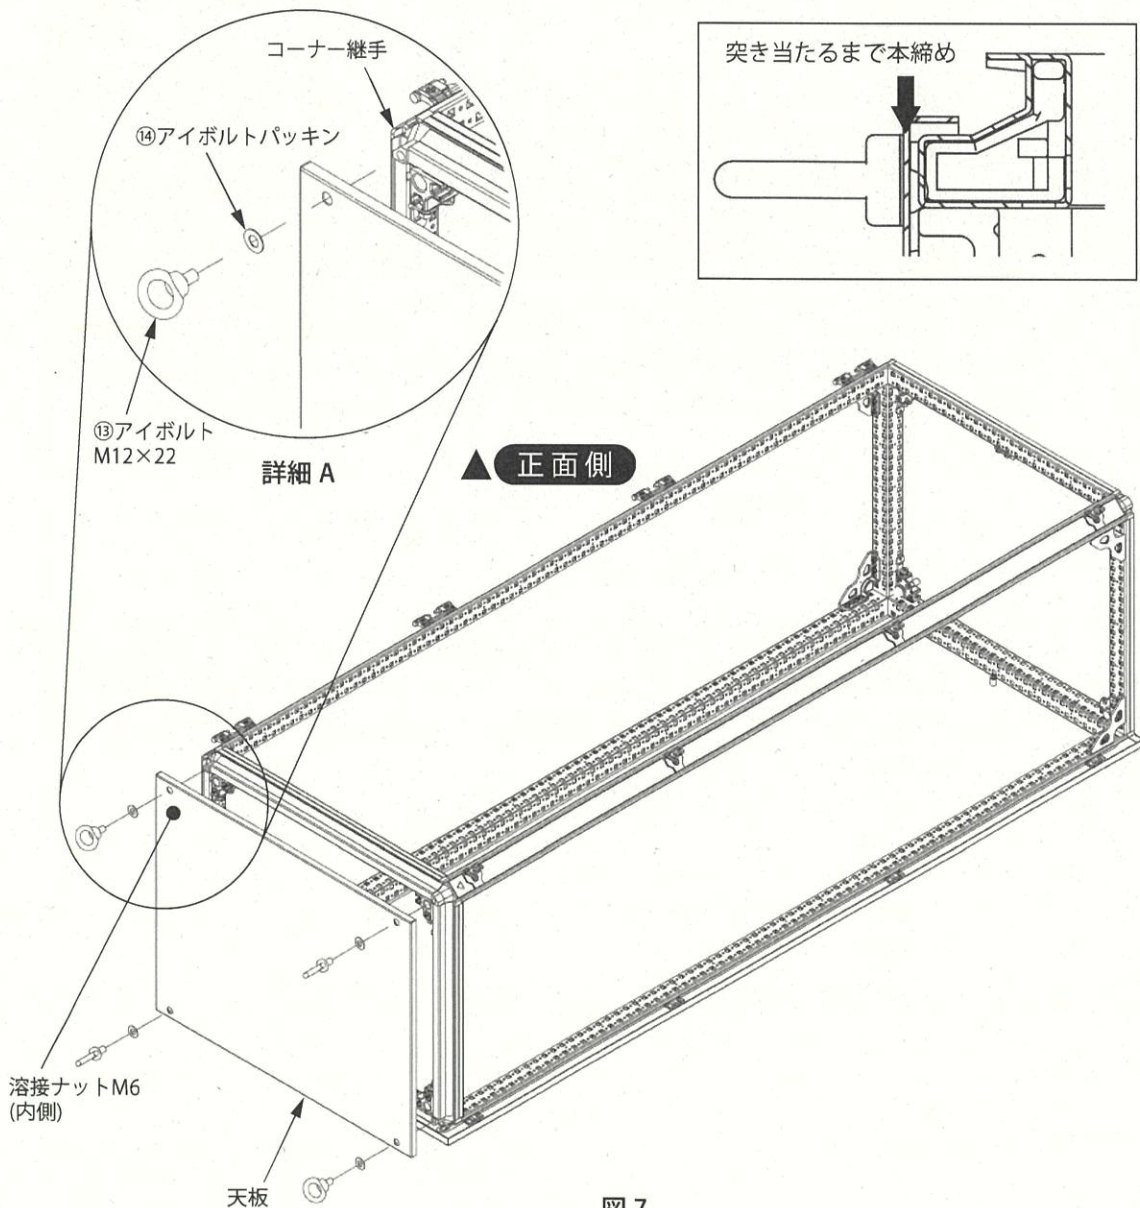

図7
(1) キャビネットを寝かせたまま、天板を取付けます。(図7 詳細 A) この際、天板の内側にある溶接ナット M6 が正面の蝶番側になるように取り付けてください。
(2) 全てのアイボルトが仮止めできることを確認してから、コーナー継手に突き当たるまで本締めしてください。